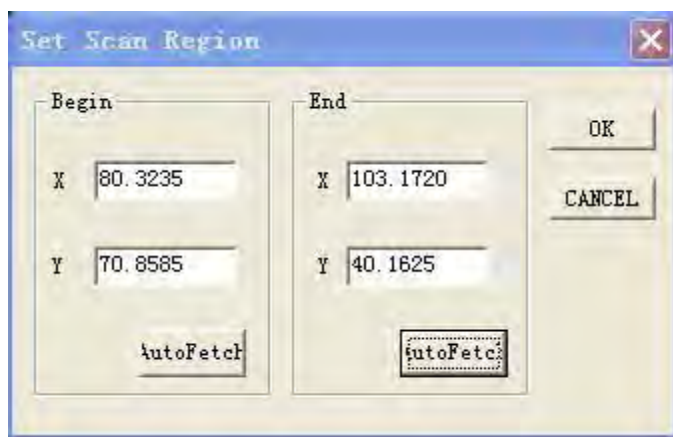

Figure 11-17
- (1) Sélectionner le menu « Image → Image Navigation (Navigation sur l'image) → Image Guide (Guide de l'image) » et spécifier la région de numérisation dans la boîte de dialogue de la Figure 11-17.